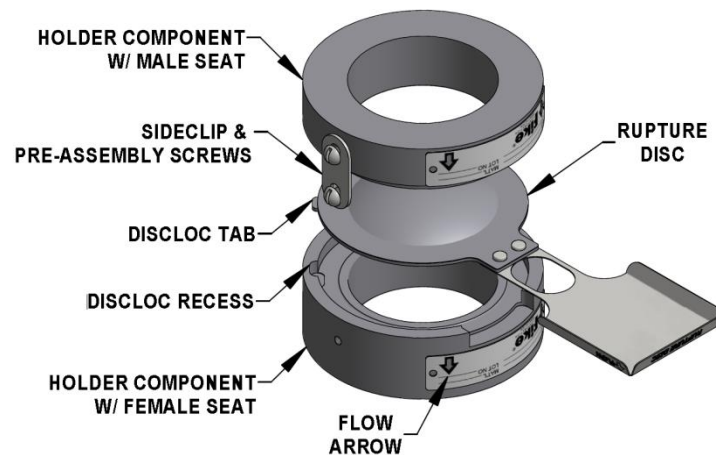

图 4 - 插入式夹持器
1. 将出口座夹持器组件放在工作台上（见图 4, 5, & 6）。